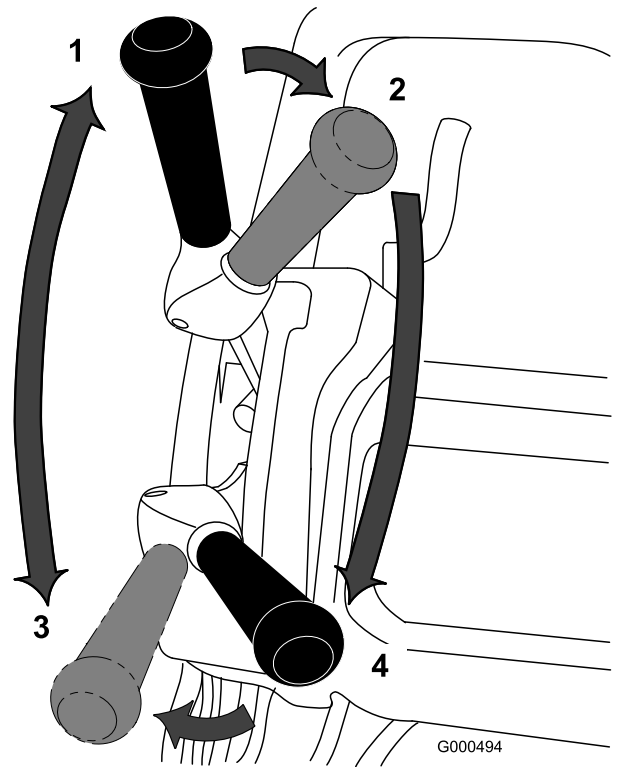

Bild 38
2. Stellen Sie sicher, dass der Fahrtriebs- und der Spindelantriebshebel in der NEUTRAL-Stellung ist, siehe Bild 38.
1. Lassen Sie den Motor an, stellen den Gasbedienungshebel auf verringerte Geschwindigkeit, drücken den Holm nach unten, um die Schneideinheit anzuheben, aktivieren Sie die elektronische Sicherheit, schieben den Fahrtriebshebel und den Spindeltriebshebel in die Stellung VORWÄRTS und transportieren Sie die Maschine an den Rand der Rasenfläche (**Bild 38**).
2. Schieben Sie den Schalthebel in die NEUTRAL-Stellung (**Bild 38**).
3. Stellen Sie den Antriebshebel in die Stellung: NEUTRAL und Spindeltrieb in die Stellung: AUSGEKUPPELT (**Bild 38**).
4. Stellen Sie den Antriebshebel in die Stellung: VORWÄRTS und Spindeltrieb in die Stellung: EINGEKUPPELT (**Bild 38**). Geben Sie Gas, bis die Maschine die gewünschte Fahrgeschwindigkeit erreicht hat. Fahren Sie die Maschine auf die Grünfläche, senken die Schneideinheit ab und beginnen Sie mit dem Mähen.